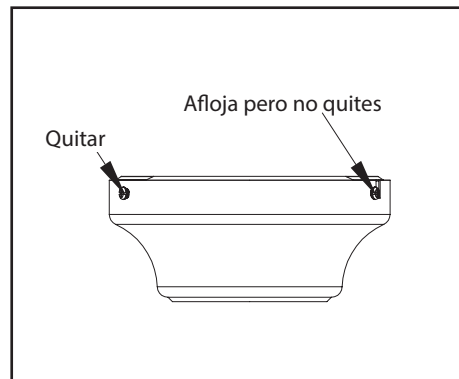

Figura 5
1. Retira el soporte de montaje de la cubierta aflojando los cuatro tornillos en la parte superior de ella. Quita los dos tornillos sin ranura y afloja los tornillos ranurados. Esto te permitirá retirar el soporte de montaje (Figura 5)